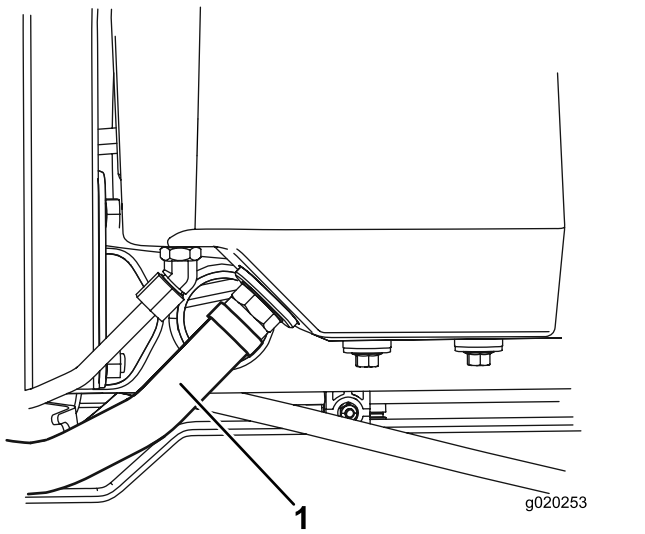

Figure 77
2. Débranchez le gros flexible hydraulique (Figure 77) du réservoir et faites couler le liquide hydraulique dans un bac de vidange.